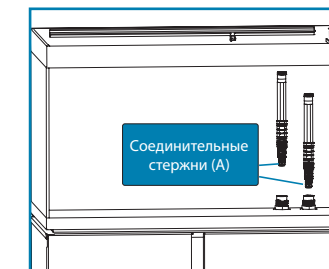

Рис. 2
2. Полностью проденьте соединительный стержень (A) в отверстие (O) до упора (рис. 2).
2. Полностью проденьте второй соединительный стержень (A) в отверстие (I) до упора (рис. 2).